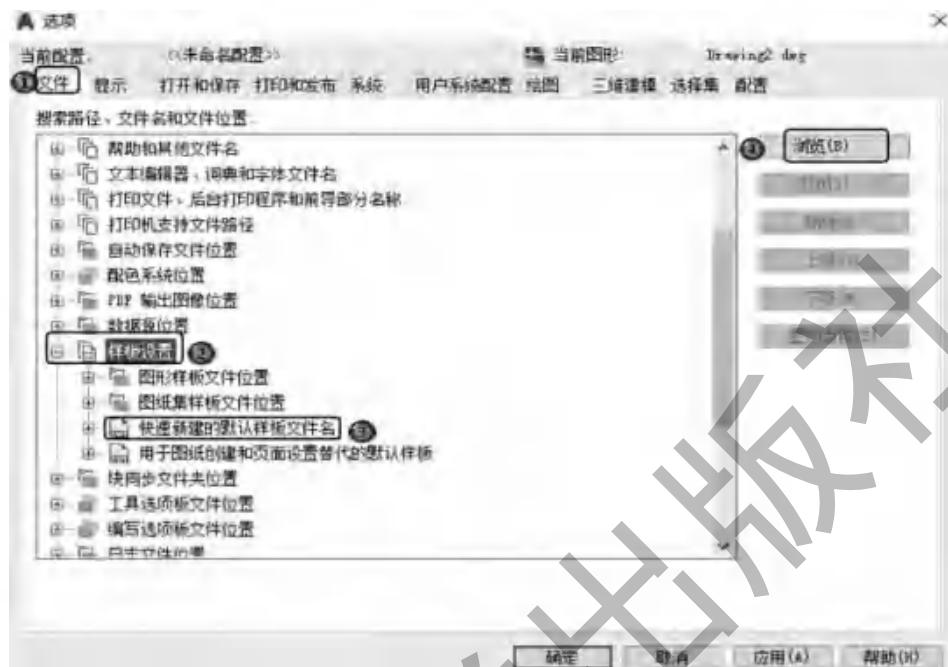

图 1-20 “文件”选项卡
(1) 在命令行输入“FILEDIA”,按 Enter 键,设置系统变量为 1; 在命令行输入“STARTUP”,设置系统变量为 0。
(2) 选择菜单栏中的“工具”→“选项”命令,在“选项”对话框中选择默认图形样板
文件。具体方法如下：①在“文件”选项卡中，②单击“样板设置”前面的“+”，③在展开的选项列表中选择“快速新建的默认样板文件名”选项，如图 1-20 所示。④单击“浏览”按钮，打开“选择文件”对话框，然后选择需要的样板文件即可。